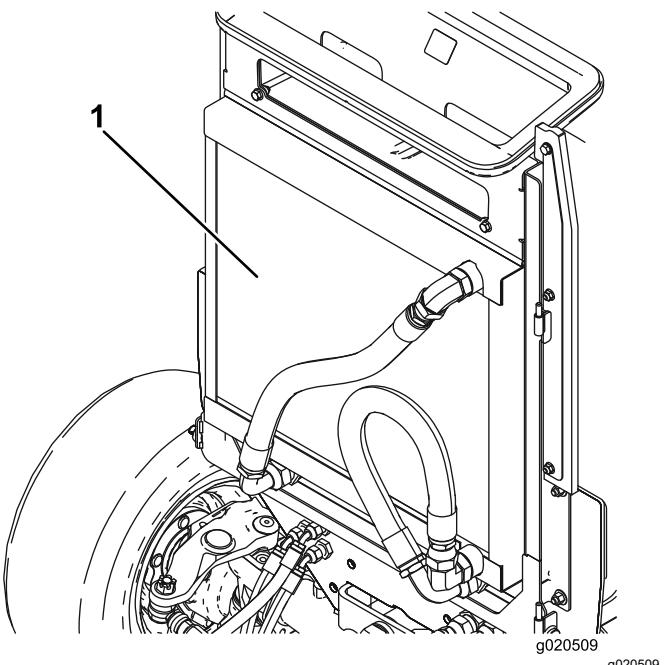

Figura 79
5. Obě strany chladiče oleje a chladiče motoru pečlivě očistěte stlačeným vzduchem (Figura 79).